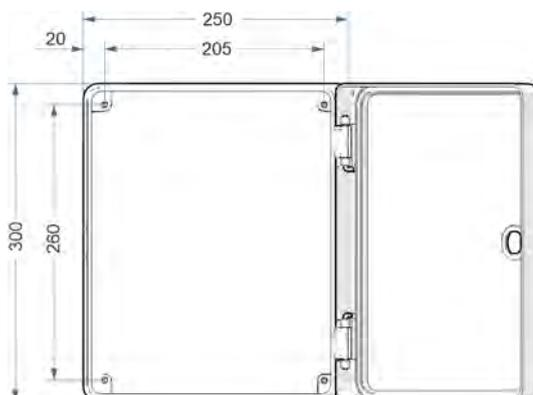

Fig. 6 : Montage mural : DryExx® Small
- i** *En cas de montage sur un support de montage, fixer les goujons soudés joints à la livraison sur la surface prévue, conformément aux indications sur la Fig. 6 .*
1. ➤ Avec l'aide d'un assistant, tenir l'armoire électrique à l'endroit approprié sur le mur et préparer la fixation conformément aux indications sur la Fig. 6 .